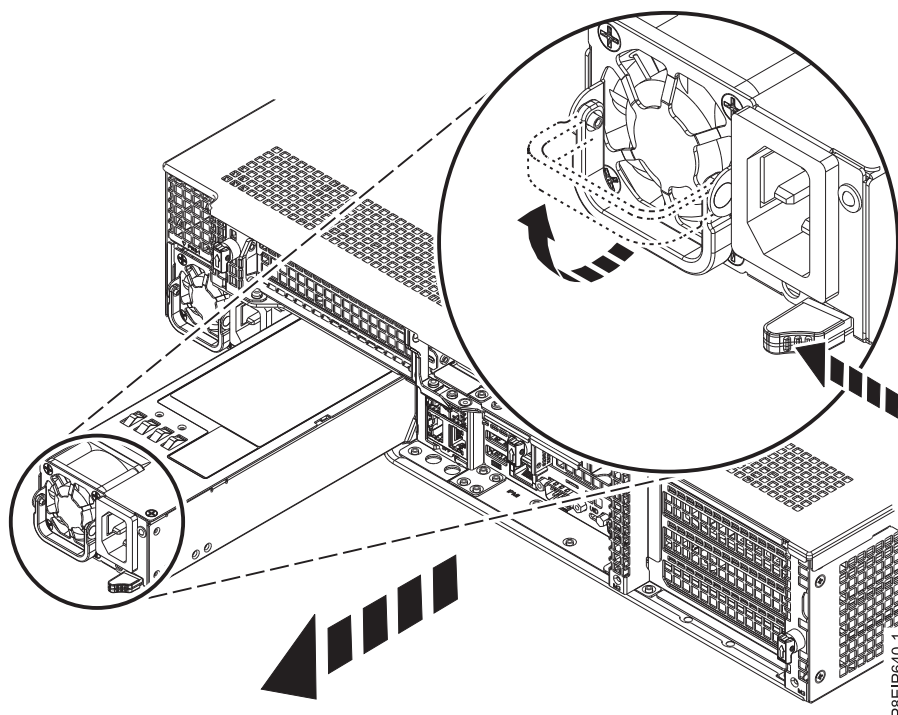

図 80. システムから電源装置を取り外す
- a. システム内の所定の位置から電源装置を取り外すには、ロッキング・タブを左方に押します (図 80 を参照)。